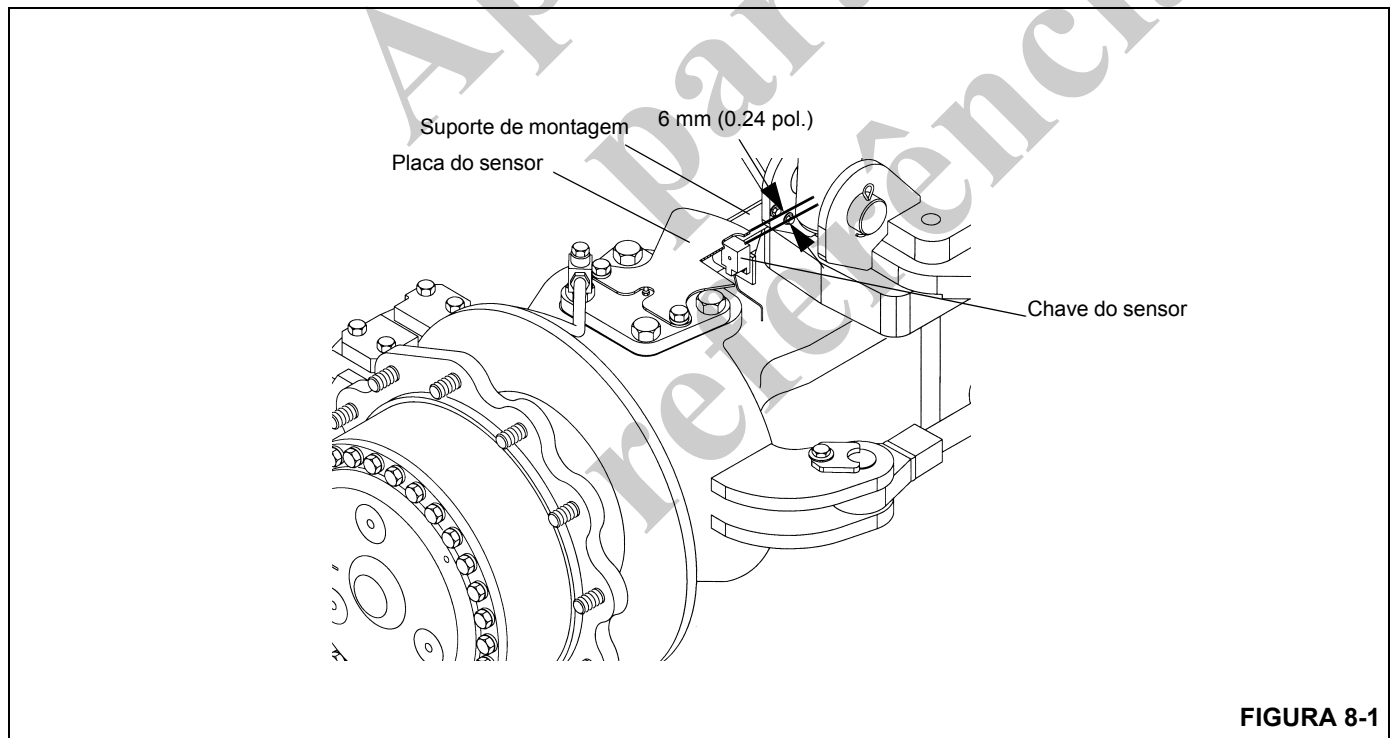

FIGURA 8-1
- NOTA:** Ao realizar o ajuste do indicador da direção traseira usando as etapas a seguir, consulte a Figura 8-1.